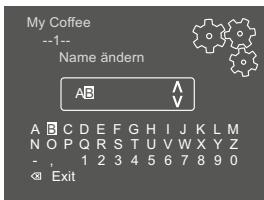

Abb. 19: Name eines Benutzerprofils ändern
5. Wählen Sie mit den "Pfeiltasten" einzelne Zeichen aus, und bestätigen Sie jeweils mit "menu/ok" (siehe Abb. 19).